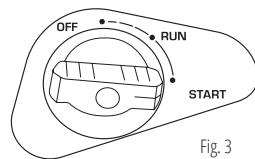

Fig. 3
4. Rotiți butonul de comandă al clapetei de aer în poziția „START” (Fig. 3).